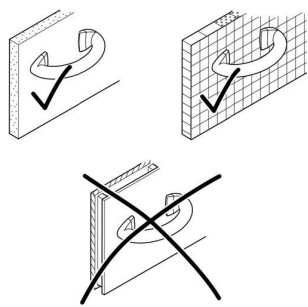

Fig. 3
- Ce produit doit uniquement être fixé sur des murs ayant une capacité de support suffisante (Fig. 3).